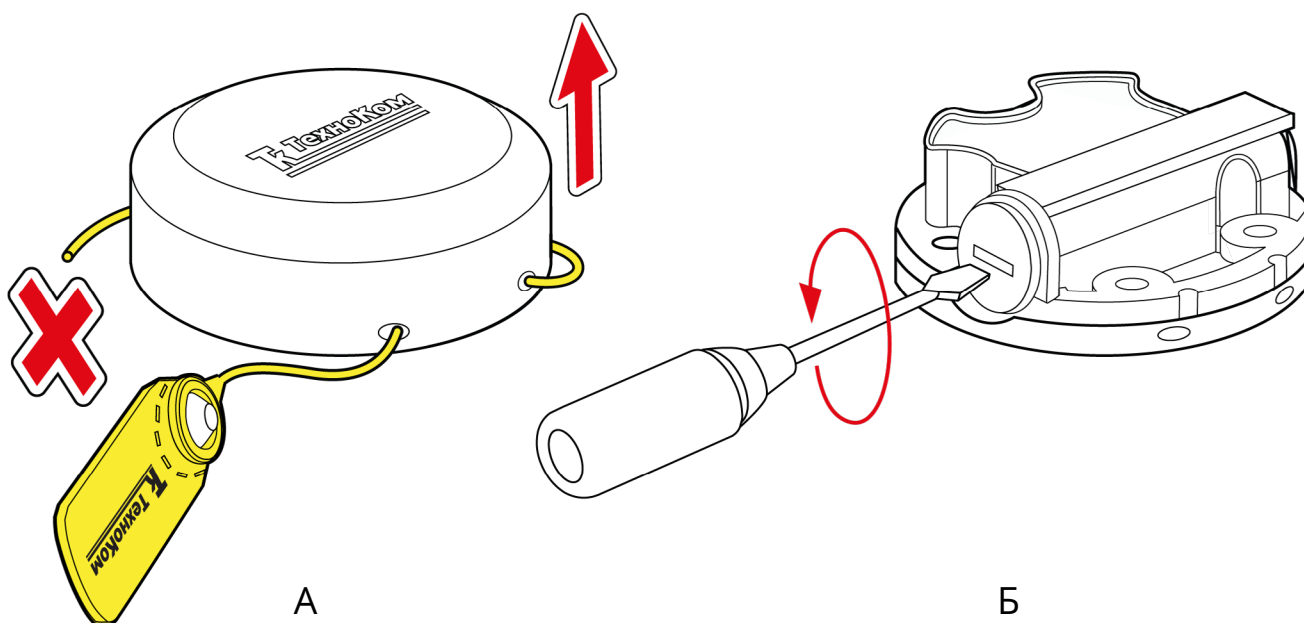

Рис.32. Подготовка к замене батареи.
1. Удалить пластиковую пломбу ФАСТ 330 и снять защитную крышку с корпуса датчика (**Рис.32, А**).
2. Отверткой с шириной шлица 6 мм открутить резьбовую заглушку из корпуса датчика и аккуратно извлечь батарею. Чтобы облегчить извлечение следует слегка наклонить резьбовую заглушку и таким образом зацепить батарею (**Рис.32, Б**).